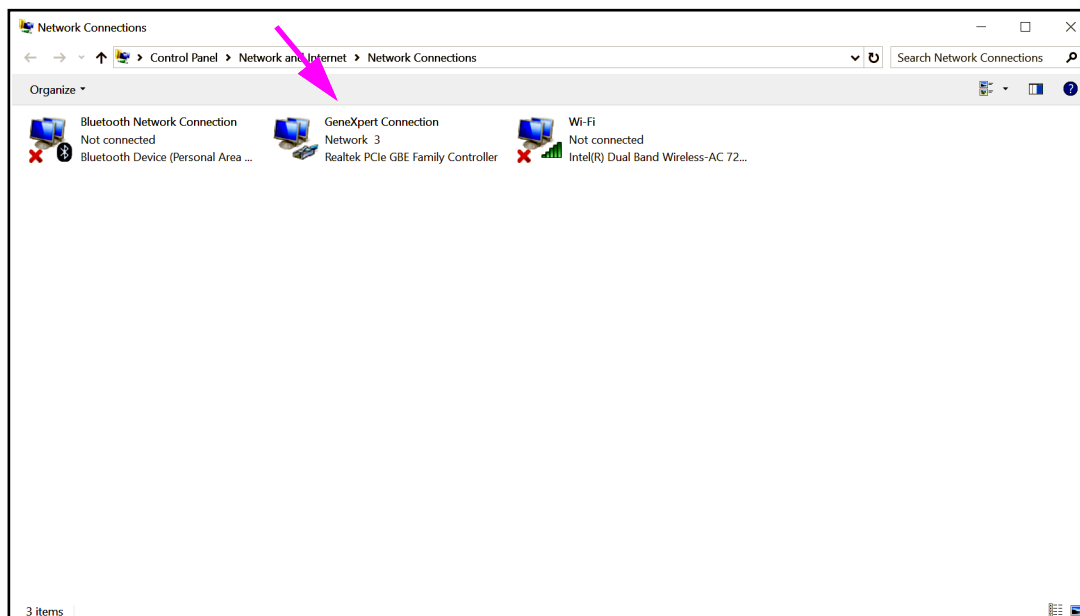

Figure 2-46. Écran Network Connections (Connexions réseau)
5. Cliquer sur **Changer adapter settings (Modifier les paramètres de la carte)**. L'écran Network Connections (Connexions réseau) s'affiche. Voir la Figure 2-46.